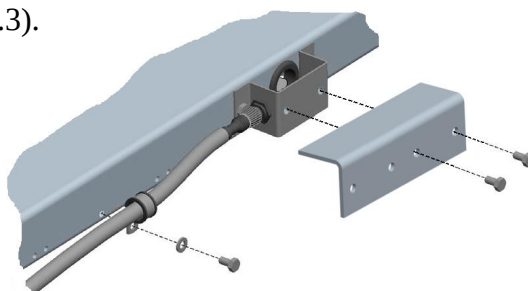

Рисунок 3.3 – Модуль взвешивающий 4D-LM. Фиксация кабеля и установка кронштейна
3.3.7 Закрепите кабель к модулю с помощью хомута, плотно затянув винт М6х10 (см. рис. 3.3).
3.3.8 Привинтите кронштейн к защитной скобе винтом М6х10 (2 шт.) для защиты разъема от механических ударов (см. рис. 3.3).